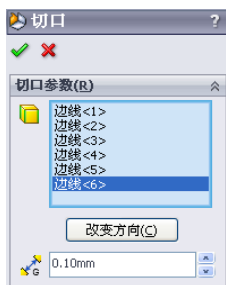

图 10-102 进行切口操作
(5) 生成“切口”特征。选择菜单栏中的“插入”→“钣金”→“切口”命令，或者单击“钣金”工具栏中的（切口）按钮，系统弹出“切口”属性管理器，在“切口缝隙”栏中输入值“0.1”，单击实体表面的各棱线作为要生成切口的边线，如图 10-102 所示，然后单击（确定）按钮，结果如图 10-103 所示。